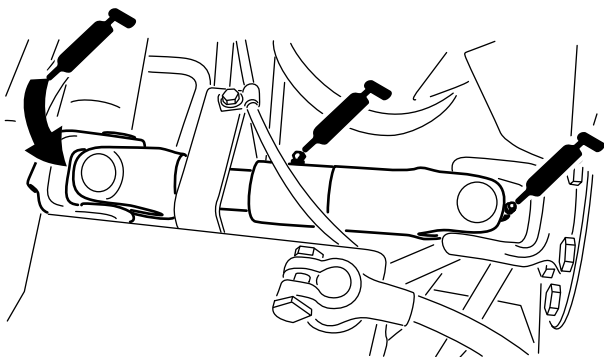

Figure 41
- Joint de cardan d'arbre d'entraînement de pompe (3) (Figure 41)